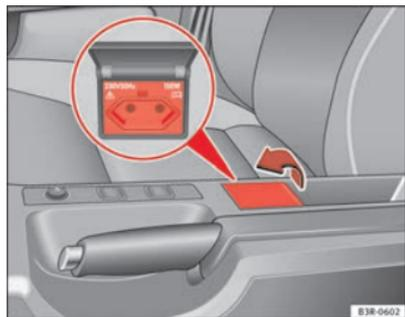

Fig. 126 Centro de la consola central: toma de corriente de 230 voltios.
- Levante la tapa para abrirla ⇒ fig. 126.